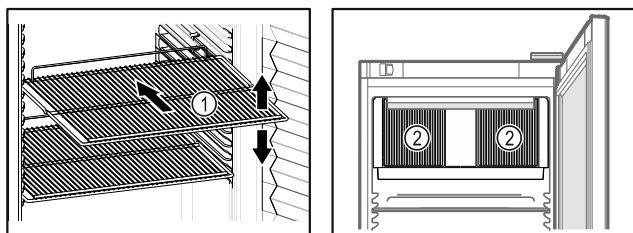

Fig. 40 Ilustrační zobrazení Fig. 41
- Pokud jsou odstavné rošty Fig. 40 (1) přemístitelné, přizpůsobte je vždy na danou výšku.